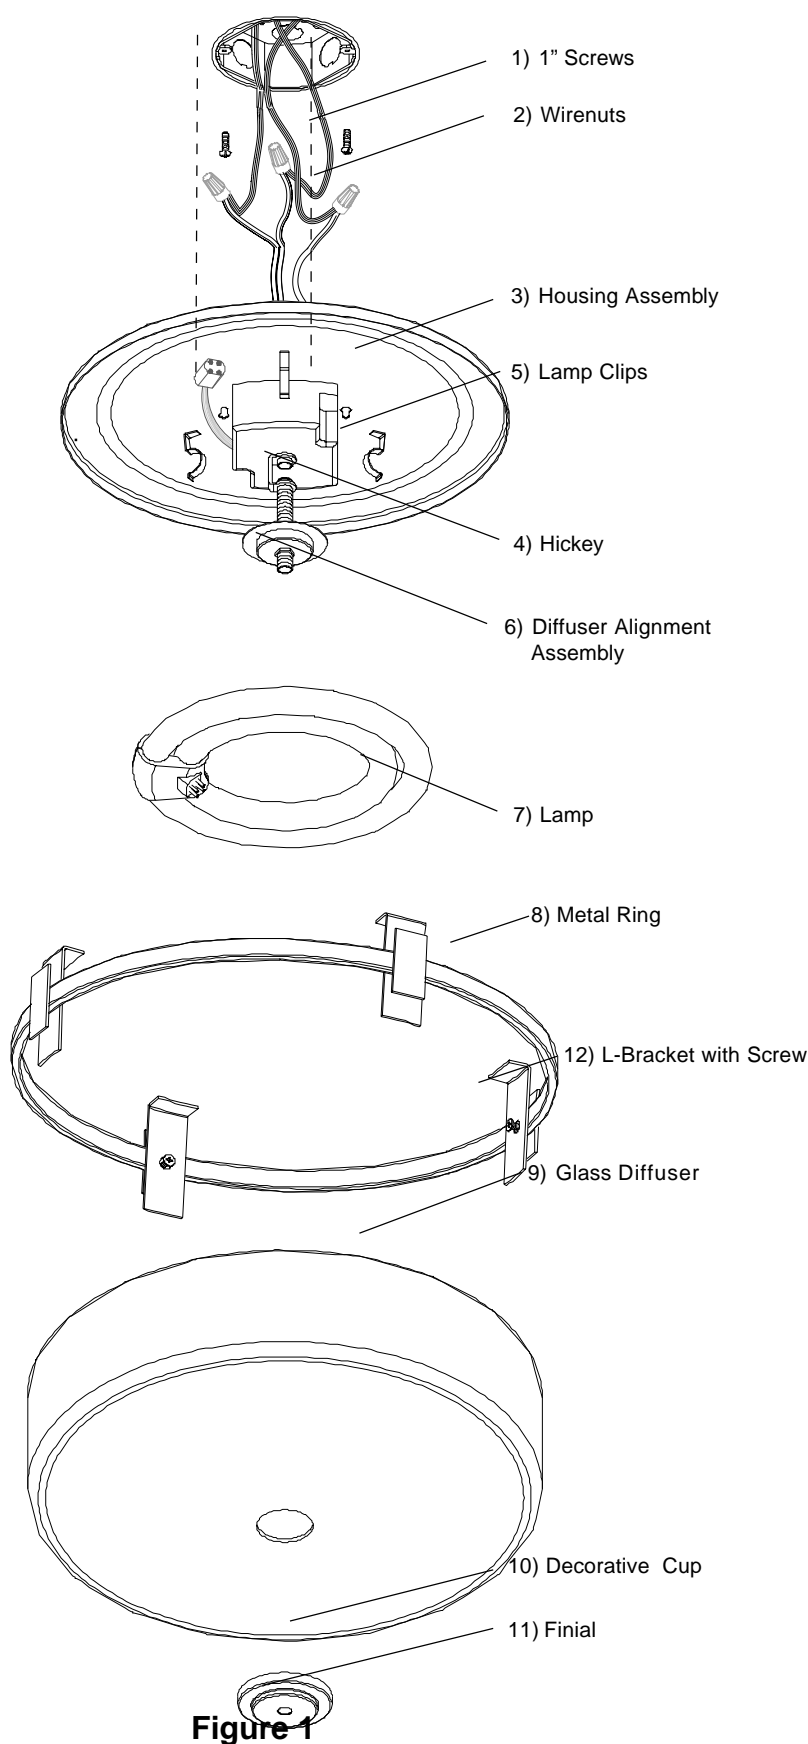

Figure 1
- Fixture Assembly:** Thread longer end of Diffuser Alignment Assembly (6) into Hickey (4). **See Fig. 1.**
- Use Wirenuts (2) to **connect black fixture wire** to the black power supply wire and **white fixture wire** to the white power supply wire. Tuck wires into junction box.
- Align keyholes** on back of fixture Housing Assembly (3) with Screws previously installed into junction box. Lift fixture up, rotate clockwise and **tighten Screws to secure Housing Assembly against ceiling**.
- Lamp installation:** With power prongs on Lamp (7) facing downward, plug ballast power connector into lamp power receptacle. Position the Lamp over two Lamp Clips (5) and gently push Lamp over the third clip while pulling the clip slightly back. **See Fig. 1.**
- Glass Diffuser installation:** Loosen the screws in the L-brackets (12) and attach the L-brackets to the Metal Ring (8). **Place Glass Diffuser (9) on flat surface and place Metal Ring (8) over Diffuser. Lift Glass Diffuser** with Metal Ring up below Housing Assembly and align with Diffuser Alignment Assembly (6). Secure with Decorative Cup (10) and Finial (11). **See Fig. 1.**
- Ensamblaje del Luminario:** Rosque el extremo más largo del Ensamblaje de Alineamiento del Difusor (6) dentro del Hickey (4). **Vea Fig. 1.**
- Use Capuchones de Alambres (2) para conectar el **alambre negro del luminario** al alambre negro de suministro de electricidad y el **alambre blanco del luminario** al alambre blanco de suministro de electricidad. Meta los alambres dentro de la caja de ensambladura.
- Alinee los "keyholes"** en la parte trasera del Ensamblaje de la Carcasa (3) con tornillos previamente instalados en la caja de ensambladura. Levante el luminario, gírelo hacia la derecha y **apriete los tornillos para asegurar el Ensamblaje de la Carcasa contra el techo**.
- Instalación de la lámpara:** Con las horquillas en la Lámpara (7) mirando hacia abajo, enchufe el conector de energía del balastro en el receptáculo de energía de la lámpara. Coloque la Lámpara sobre las dos Grapas de la Lámpara (5) y suavemente empuje la lámpara sobre la tercera grapa tirando la grapa levemente hacia atrás. **Vea Fig. 1.**
- Instalación del Difusor de Cristal:** Afloje los tornillos en los Soportes-L (12) y conecte los Soportes-L al Anillo de Metal (8). **Levante el Difusor de Cristal** con el anillo de metal hacia arriba debajo del Ensamblaje de la Carcasa y alinee el Ensamblaje de Alineamiento del Difusor (6). Asegure con Copa Decorativa (10) y Finial (11). **Vea Fig. 1.**